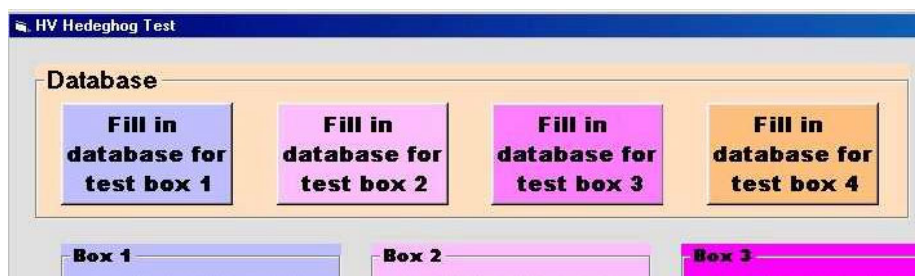

Fig. 2 – Le 4 sottofinestre con le informazioni per il database
- 4 – aprire, con un click del mouse, le sottofinestre "Fill in database for test box x" (x = 1, 2, 3 e 4) (Fig. 2). Esse possono essere aperte tutte assieme o una alla volta;